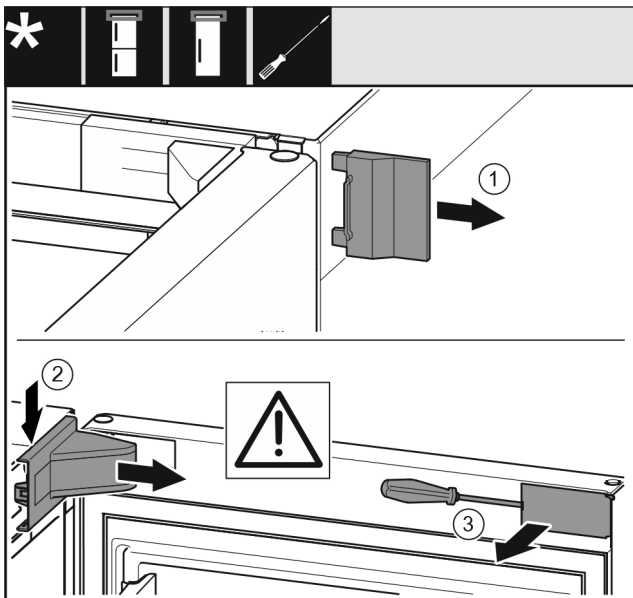

Fig. 5
- ▶ Poista ulompi suojus. Fig. 5 (1)
- ▶ Vapauta laakeripukin suojus lukituksesta ja irrota se. Poista laakeripukin suojus. Fig. 5 (2)
- ▶ Avaa paneelin ruuvit uraruuvimeisselillä ja käännä paneeli sivuun. Fig. 5 (3)